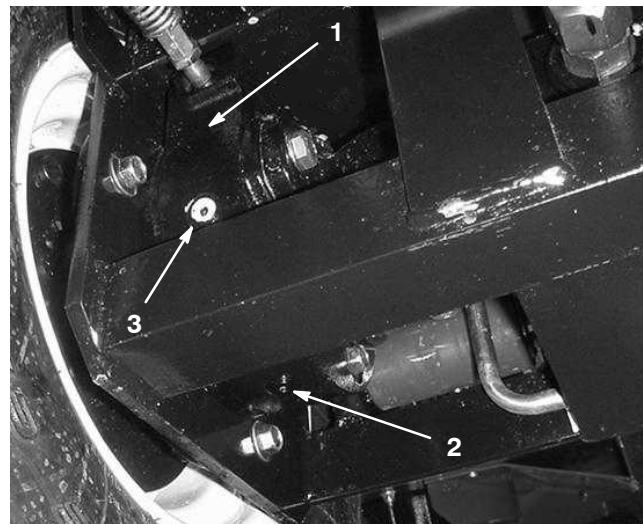

Figure 70
4. Placez un bac de vidange sous le carter de frein de l'autre côté de la roue (Fig. 70).